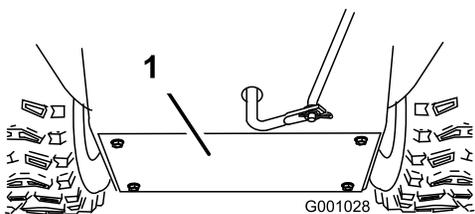

Рисунок 35
3. Снимите заднюю крышку (Рисунок 35).